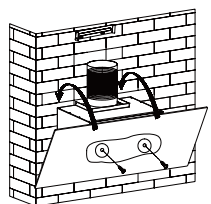

Bilde 3
- Installer v-klaffen og ekspansjonsrøret på avtrekkshetten. Fest ekspansjonsrøret på uttaket med et kabelbånd. **Merk: Ekspansjonsrør følger ikke med produktet. Se bilde 3.**